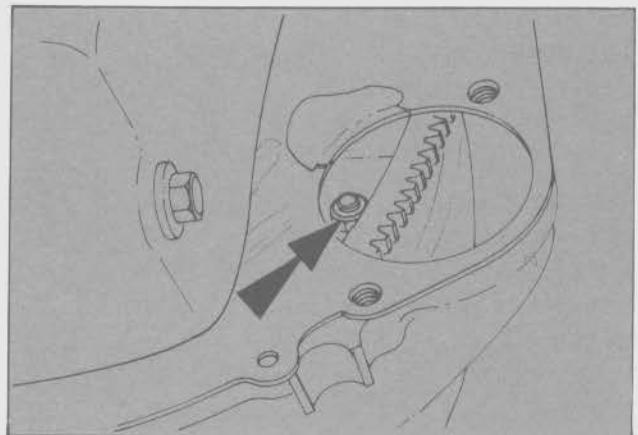

Fig. 30 - Montaje del convertidor
- Por la abertura del motor de arranque colocar los tres tornillos de sujeción del convertidor. Para ello, girar el cigüeñal con una llave adecuada desde la tuerca de la polea y colocar los tornillos. Los mismos debe ajustarse gradualmente hasta alcanzar el torque especificado (Fig. 30).